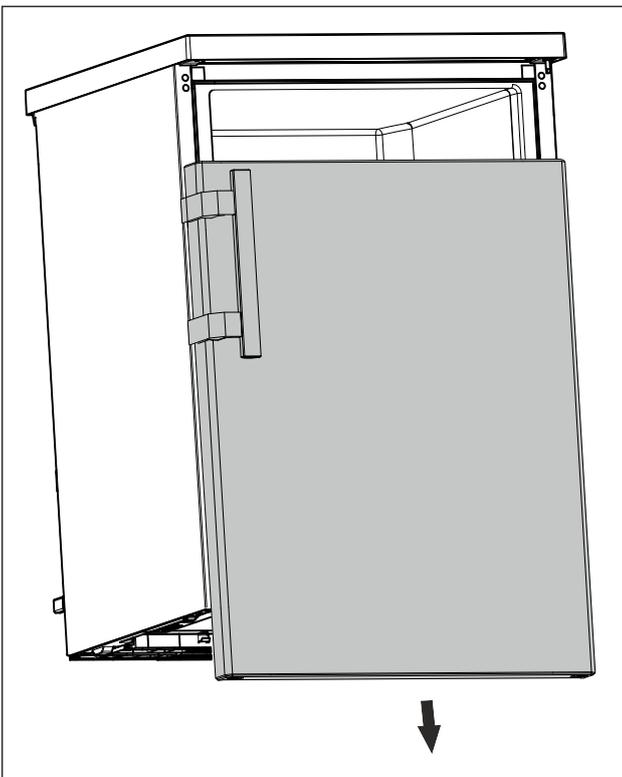

Fig. 14
- ▶ Tür nach unten abnehmen. (siehe Fig. 14)